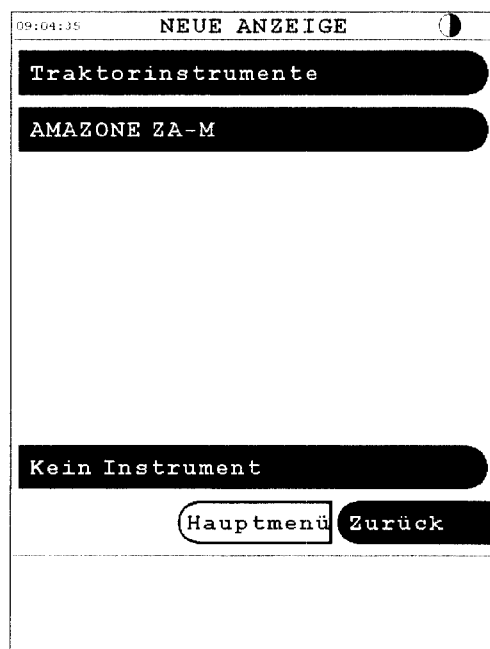

Fig. 3
- Durch Tastendruck auf eines der Felder öffnet sich das Menü NEUE ANZEIGE ( Fig. 3)